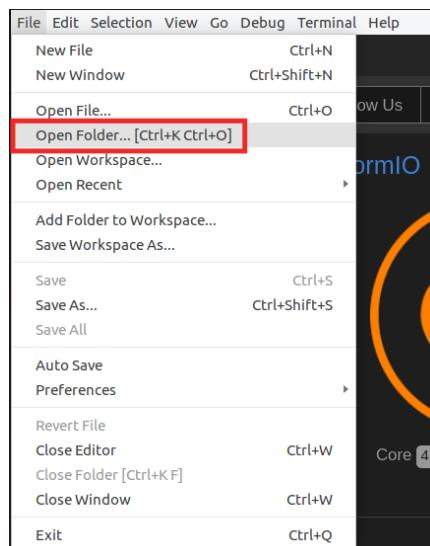

图81. 打开AL_Operations.S示例
3. 在顶部栏上，单击“File”（文件）→“Open Folder...”（打开文件夹...）（图81），然后导航至目录*[RVfpgaPath]/RVfpga/examples/*